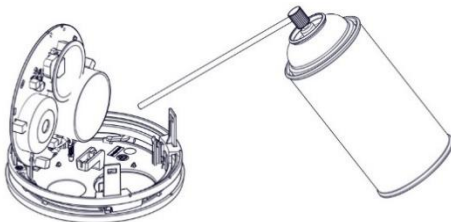

Figure 16
5. Utilisez un dépoussiéreur pour retirer les débris, la poussière et la saleté qui s'accablent principalement autour de la chambre de combustion (voir Figure 16).